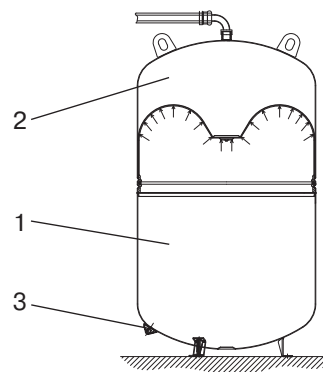

Рис. 1
Объем воды в системе: V _{сист.} 1200 л	Коэффициент расширения (определяем по рис.1) K _{расш.} 2,9%
Первая камера — «воздушная» (1, Рис. 1), заполненная газом (обычно азотом), вторая — «водная» (2), куда поступает теплоноситель из системы. Ниппель (3), установленный на расширительном баке, регулирует давление воздуха в воздушной камере.